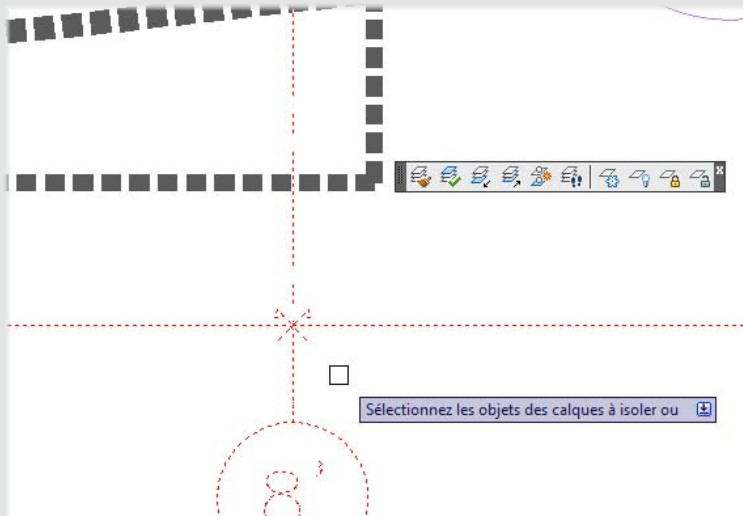

Figure 17
11. Isolons ensuite les axes (voir Figure 17).